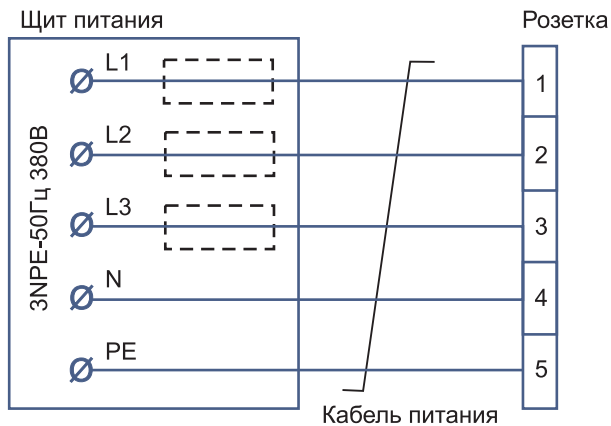

Рис. 6 Схема подключения розетки к стационарной электросети
- подключить силовой электрокабель к щиту питания. Схема подключения показана на рис. 6 Приложения.